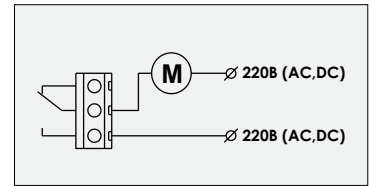
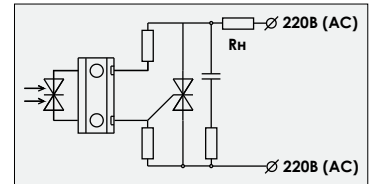

рис. 1
рис. 2
- ❖ **компенсация погрешности датчиков** (рис. 1 и рис.2) позволяет уменьшить влияние погрешностей первичного средства измерения (датчика) и погрешностей, вносимых соединительной линией. Пользователь может сдвигать характеристику и изменять ее наклон с целью максимально приблизить ее к эталонной (стандартной).
- ❖ **электромагнитные реле** (код - ЭЗ или ЭП, рис. 1). Могут непосредственно управлять исполнительными устройствами малой и средней мощности (активными или реактивными) или промежуточными усилителями мощности (реле, пускатели). Подразделяются на два типа: реле на замыкание (код - ЭЗ) и реле на переключение (код ЭП).
- ❖ **оптосимисторы** (код - ОС, рис. 2). Могут непосредственно управлять исполнительными устройствами малой мощности (активными или реактивными) (реле, пускатели, лампы накаливания) или промежуточными усилителями мощности на основе мощных симисторов.